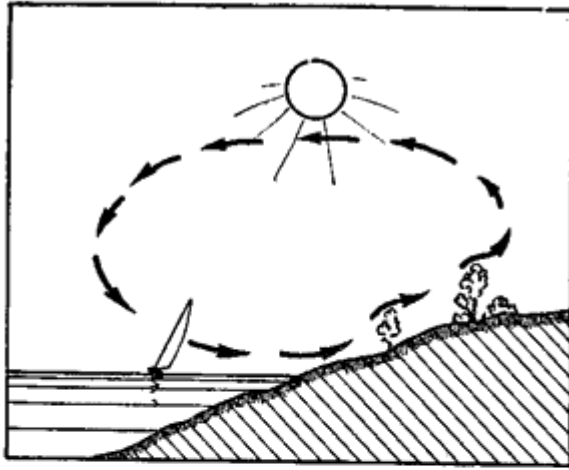

Рис. 88. Схема дневного и ночного бризов
**Бризы**—ветры, дующие на морских (озерных) побережьях. Они меняют направление два раза в сутки: днем с 9—10 часов утра по местному времени бриз дует с воды на сушу; после захода солнца начинается ночной бриз—с суши на воду (**рис. 88**). Бризы в умеренных широтах наблюдаются больше в первой половине лета.